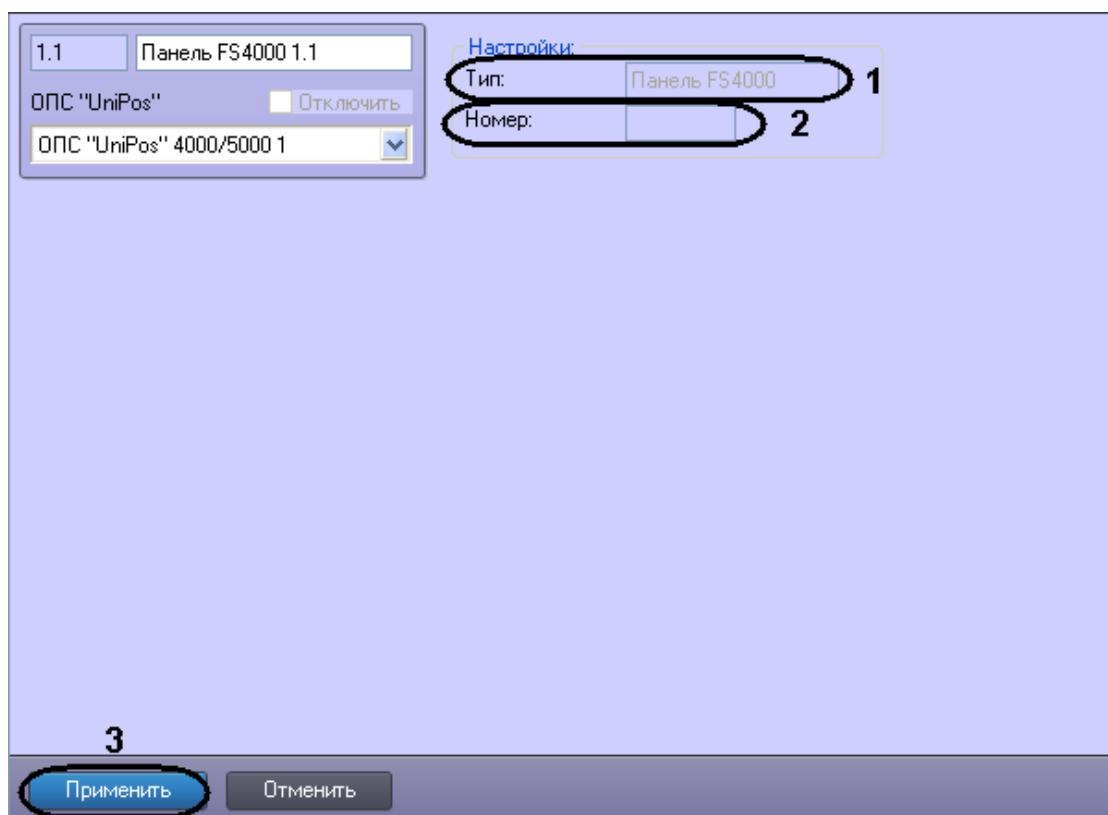

Рис. 3.6—2 Панель настроек объекта Панель FS4000
2. В поле **Тип** отображается название панели (Рис. 3.6—2, 1).